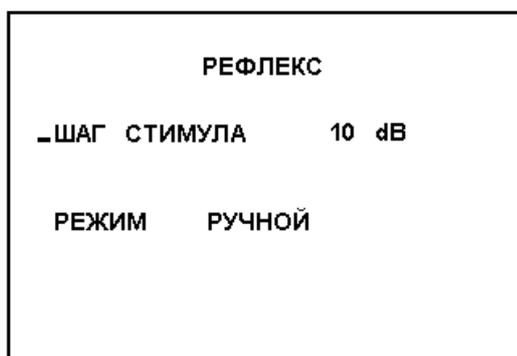

Рис.12 Меню режима РЕФЛЕКС
- Шаг стимула и режим измерения можно изменять, войдя в МЕНЮ режима РЕФЛЕКС (рис. 12) нажатием кнопки МЕНЮ
- Для входа в режим теста распада рефлекса в режиме РЕФЛЕКС нажмите кнопку МЕНЮ и на индикаторе откроется меню, показанное на рис. 12.